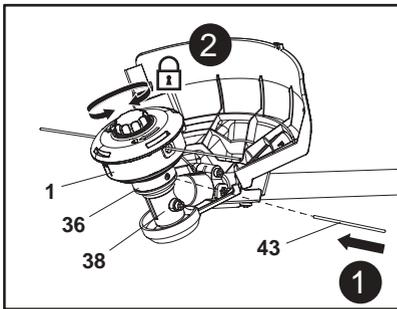

Fig. 55
1. Gire el producto boca arriba para acceder al cabezal de recorte (1).
2. Gire la brida interior (1) hasta que el orificio de la brida de apoyo (36) esté alineado con la muesca del cabezal del mecanismo (38).
3. Inserte la varilla de bloqueo de husillo (43) en el orificio para bloquear el husillo (37) (Fig. 55, paso 1).
4. Afloje el cabezal de recorte (1) a mano girando hacia la derecha (Fig. 55, paso 2) y extráigalo del husillo (37).